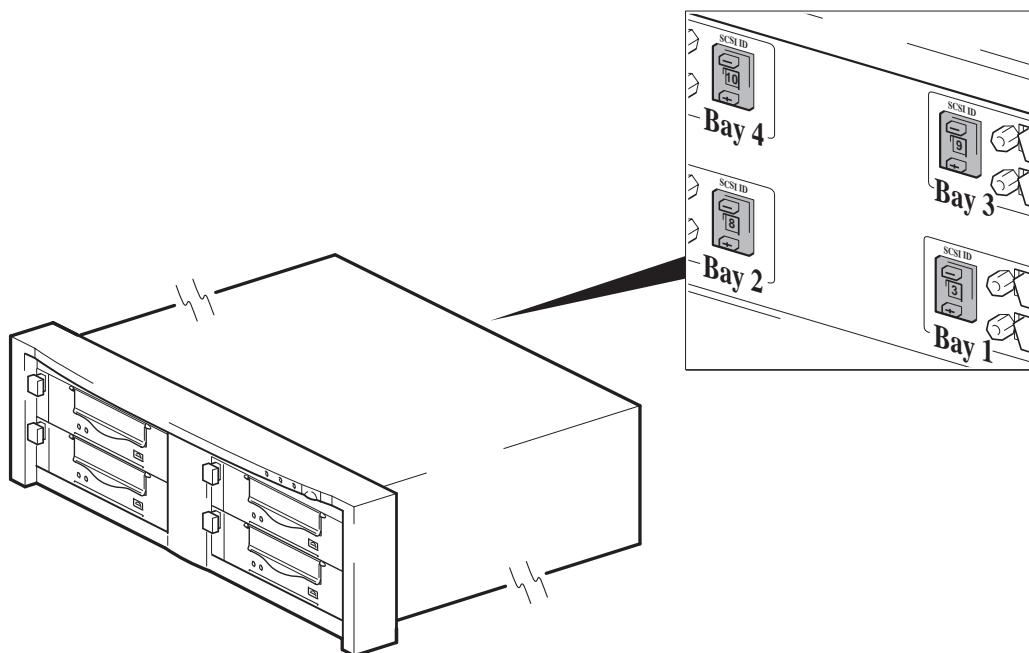

Рис. 16. Переключатели SCSI-адреса на массиве
2. Установите выбранный адрес с помощью соответствующего переключателя сзади массива. На Рис. 16 показаны переключатели на задней панели массива HP Tape Array 5300.